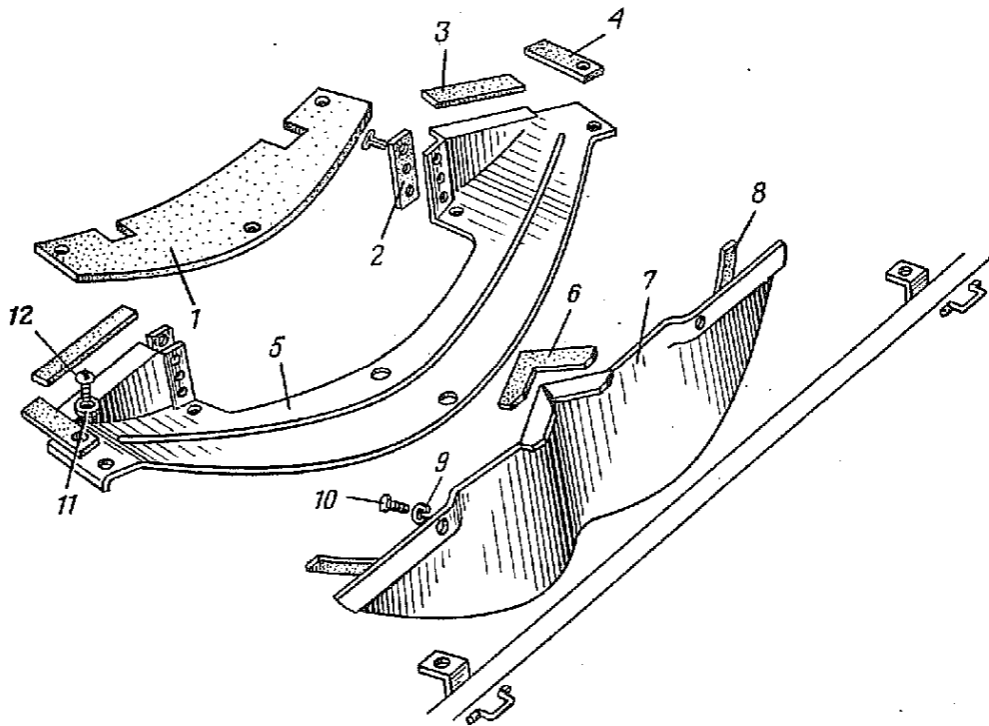

Рис. 3. Воздухоотводящий канал и рассекатель нижние:
1.8. Вывернуть болты 10 (рис. 3) и снять нижний рассекаль 7 в сборе с уплотнителями (ключ 10).
2.38. Установить нижнюю половину 5 (рис. 3) воздухоотводящего канала в сборе с уплотнителями и закрепить винтами 12 с плоскими шайбами (отвертка 150×0,5).